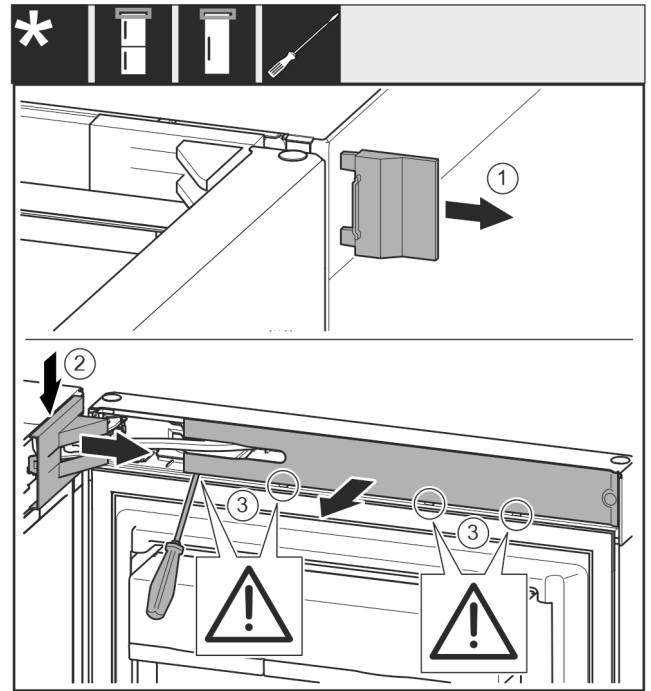

Fig. 12
- ▶ Vegye le a fedelet Fig. 12 (1).
- ▶ Pattintsa ki és oldja ki a csapágybak fedelét Fig. 12 (2).
- ▶ Vegye le a csapágybak fedelét Fig. 12 (2).
- ▶ Pattintsa ki a takarólemezt Fig. 12 (3) lapos csavarhúzóval, és fordítsa oldalra.